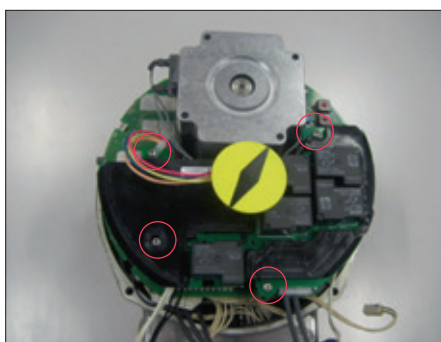

Figuur 41
- Verwijder de driedraads stroomkabel van de voedingskaart (Figuur 41).